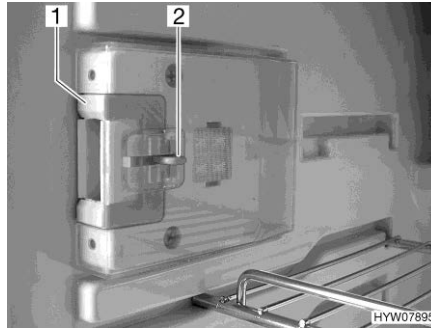
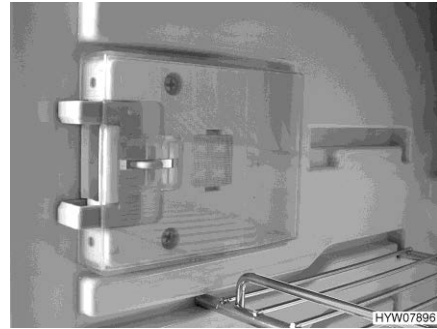

Bild 163 Verschlusseinrichtung (Normalstellung)
Bild 164 Verschlusseinrichtung (Lüftungsstellung)
- Die Entriegelung (Bild 163,2) eindrücken.
- Die Verschlusseinrichtung (Bild 163,1) nach vorn schieben (Bild 164).